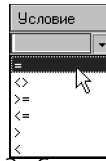

Рис. 17.3. Список условий
3. Выберите из раскрывающегося списка **Условие** нужный вариант (рис. 17.3). Набор доступных условий зависит от типа свойства.